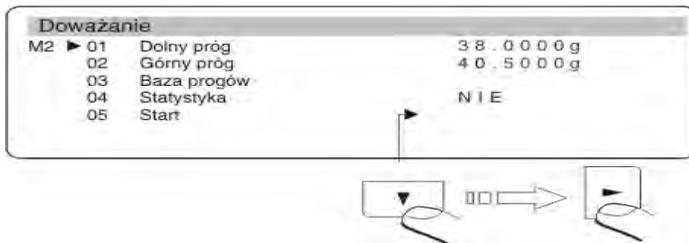

Imagen . 40. Controlador de peso – inicio del trabajo con los umbrales de controlador de peso
- 3 – REF masa odniesienia (patrz. rys. 40 – M4 01)